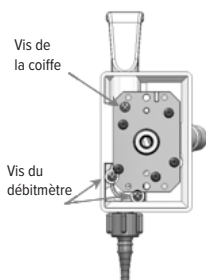
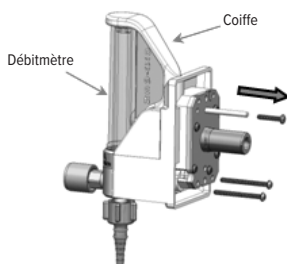

Figure 1
Figure 2
2. À l'aide d'un tournevis cruciforme, retirez la vis de la coiffe et les vis du débitmètre (voir Figure 2) (voir Figure 1 pour l'emplacement des vis).